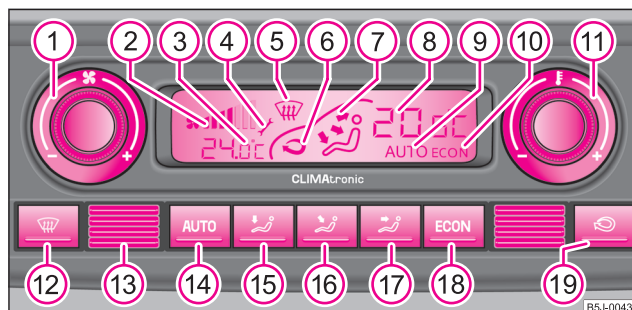

Fig. 86 Climatronice: Elementele de comandă
- Apăsati tasta **AUTO** ⇒ fig. 86.
Apăsati și mențineți apăsată tasta **ECON** și **AUTO** ⇒ fig. 86. Pe display se afișează datele în unitatea dorită de măsură a temperaturii.
- Apăsăți tasta **(☞)** ⇒ pagina 82, fig. 86.
– Rotiți regulatorul  ⇒ pagina 82, fig. 86 spre stânga (reducerea turației) sau spre dreapta (mărirea turației).